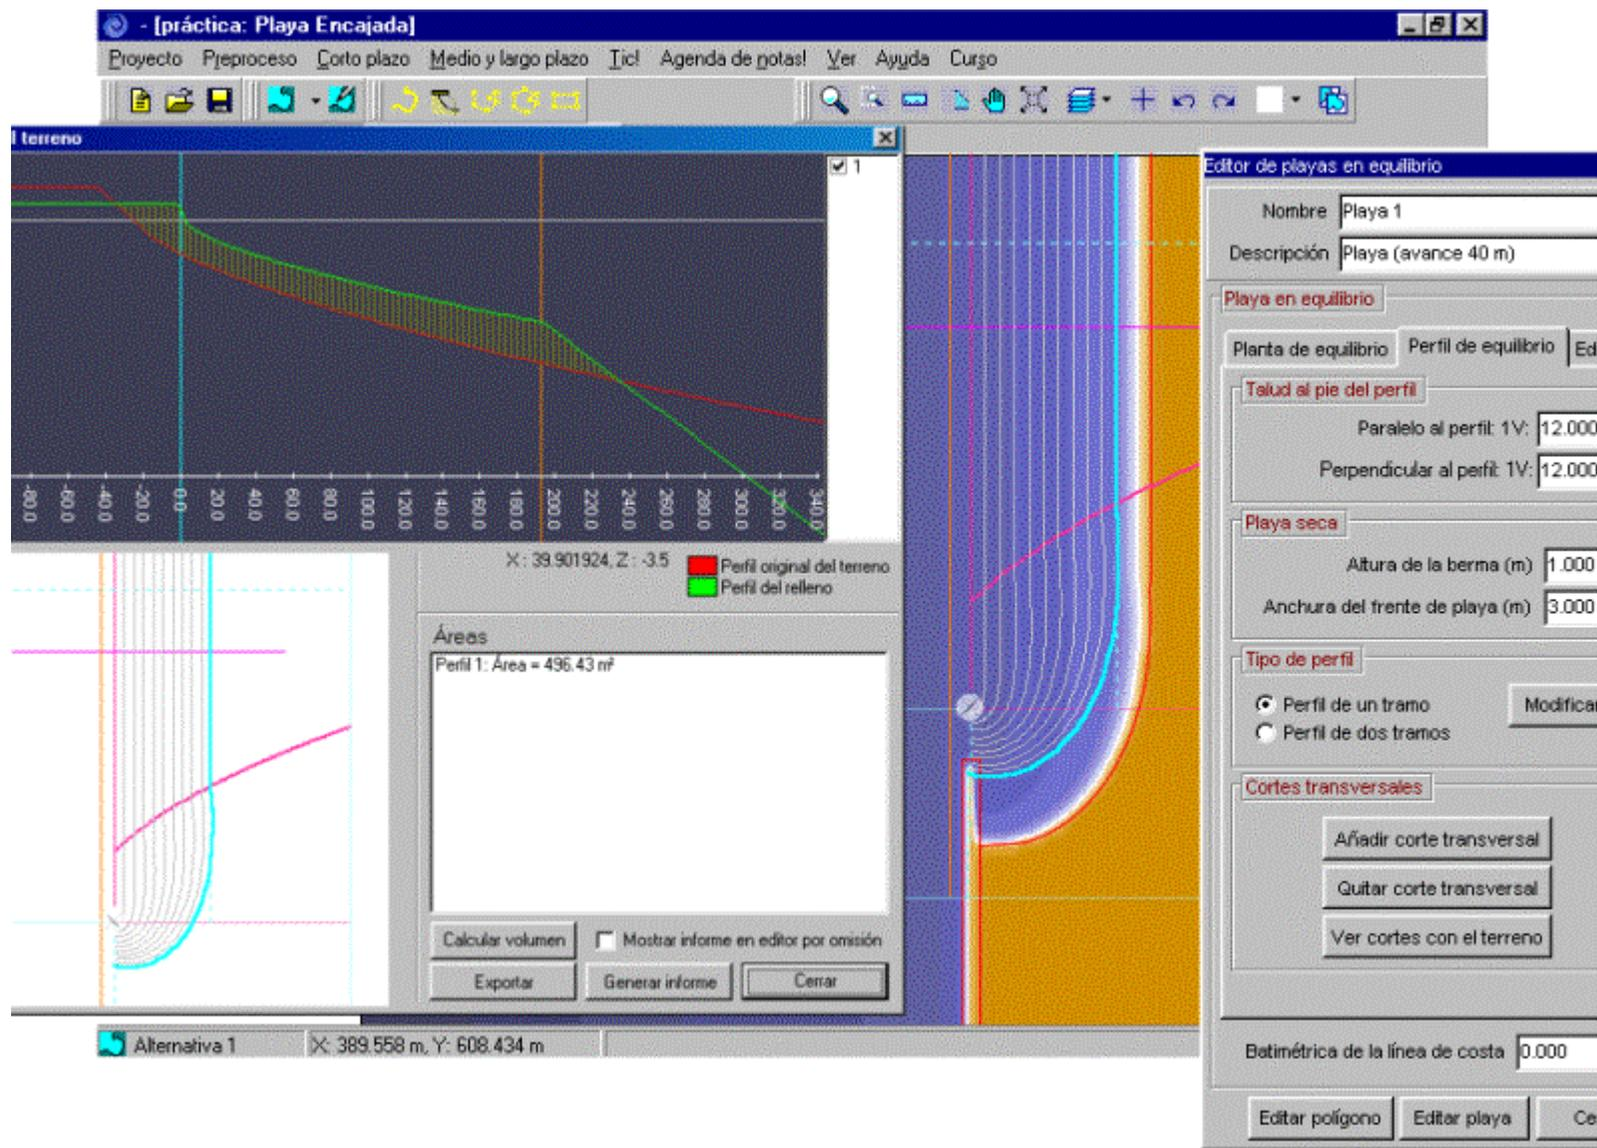

Figura 7.8
- Si pulsamos el botón “Ver cortes con el terreno”, en la figura 7.8 aparecen el perfil nativo (en rojo) y el perfil del relleno (en verde), perfiles a lo largo de la línea perpendicular a la playa en color violeta. Una vez visto, pulsar el botón “Cerrar”;